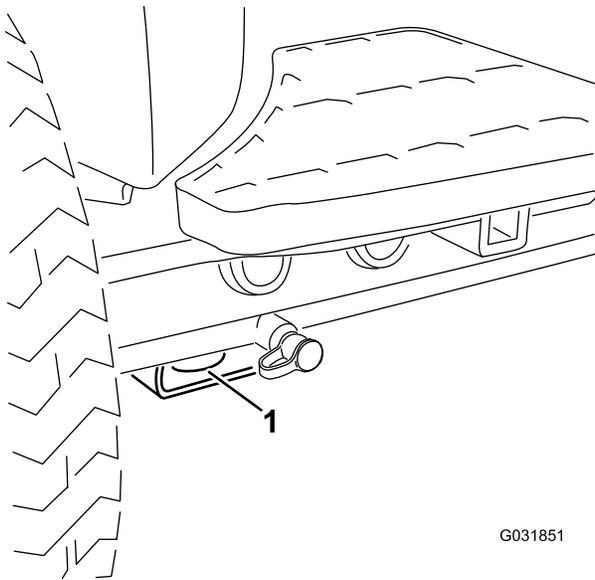

图40
- 前部——矩形垫片上的孔，位于每个前轮胎的轴管下（图40）。